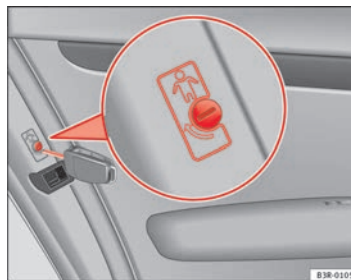

Fig. 77 Sécurité-enfants au niveau des portes arrière
- Tournez la clé dans le sens de la flèche ➔ page 109, fig. 77.